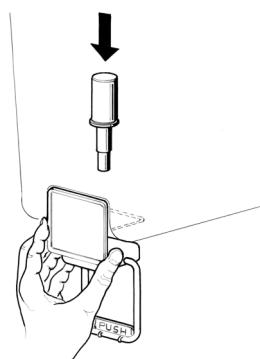

Bild 6
- 3 Schwerkraftsventil: den Betätigungshebel des Hahns befestigen und dann den mit einer eigenen Dichtung versehenen Kolben einfügen (Bild 6).